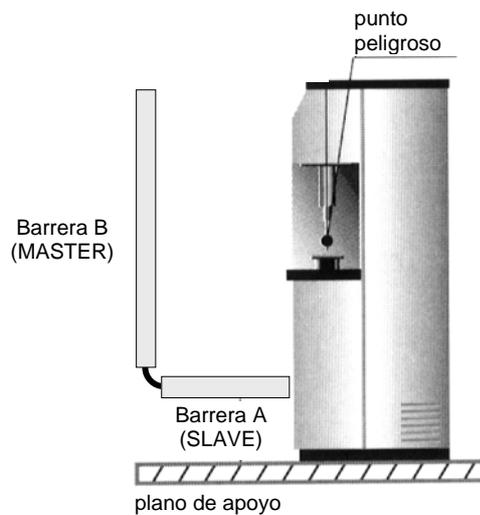

Figura 3
La aplicación más común está indicada en la figura que sigue: la barrera horizontal (A) se ha agregado para eliminar la posibilidad de que el operador quede entre la barrera vertical (B) y la máquina peligrosa en el momento del encendido o del nuevo arranque del sistema (Figura 3).